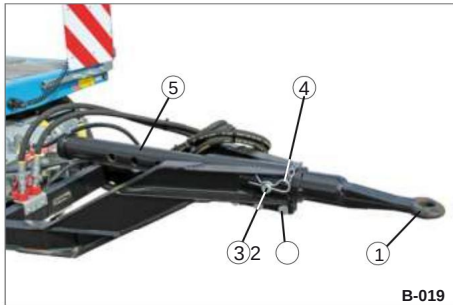

Bild 32 Dragstång - Variant 3
(Bild 32/4) ur insticksstiftet (Bild 32/3).
• Ta bort de 4 skruvförbanden (bild 32/2).